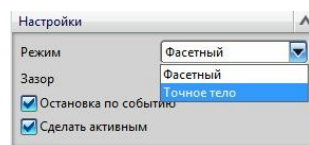

рис.39
•В поле *Режим* (рис.39) нужно уточнить – как во время анализа должны представляться тела: упрощенно (*Фасетный*) или точно (*Точное тело*). Естественно, мы предпочитаем точный вариант.
- В нижней части диалогового окна нужно включить два переключателя (рис.39). Переключатель **Сделать активным** заставляет систему вообще фиксировать пересечение в данной анимации.